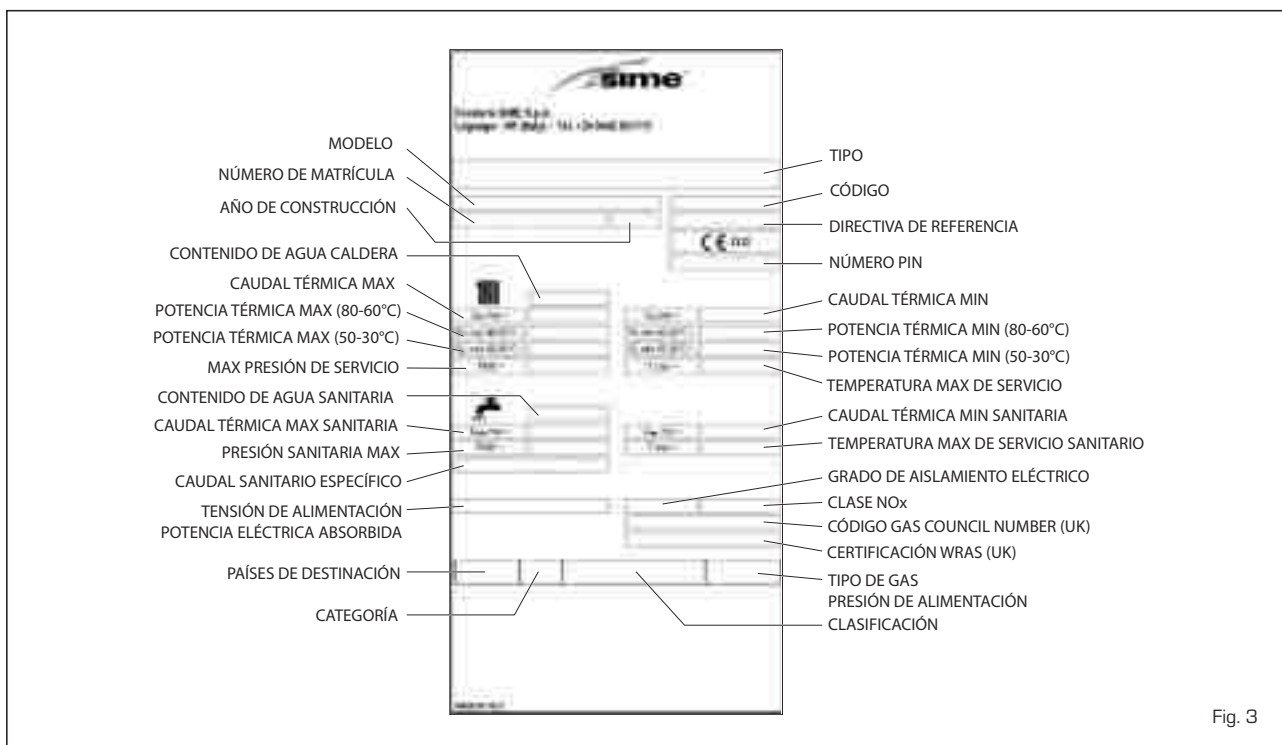

Fig. 3
1.5 PLACA DE DATOS TÉCNICOS (fig. 3)